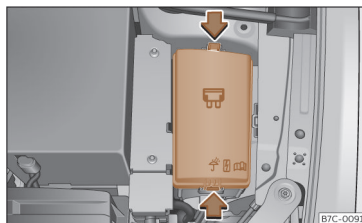

Fig. 193 No compartimento do motor: tampa da caixa de fusíveis.
- Pressione as patilhas de bloqueio para desbloquear a tampa da caixa de fusíveis >>> **Fig. 193**.